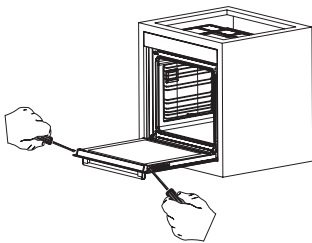
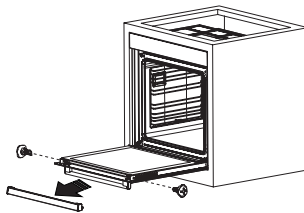
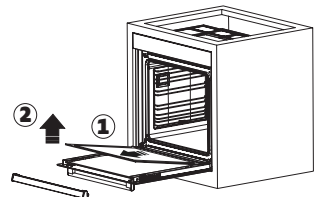

Abbildung 20
Abbildung 21
Abbildung 22
**2.** Entfernen Sie die Schrauben an der linken und rechten Seite, wie in Abbildung 20 gezeigt. Entfernen Sie das Profil, indem Sie es in Ihre Richtung ziehen, wie in Abbildung 21 gezeigt. Das Glas ist frei, nachdem das Profil wie in Abbildung 22 gezeigt, entfernt wurde. Ziehen Sie das frei gewordene Glas vorsichtig zu sich heran. Falls erforderlich, kann das mittlere Glas auf dieselbe Weise entfernt werden. Das äußere Glas ist am Ofentürprofil befestigt. Sie können das Glas leicht reinigen, nachdem es getrennt wurde. Sobald die Reinigung und Wartung abgeschlossen ist, können Sie die Gläser und das Profil austauschen, indem Sie den Entfernungsvorgang in umgekehrter Reihenfolge durchführen. Stellen Sie sicher, dass das Glas in der richtigen Richtung eingesetzt ist und das Profil richtig sitzt.